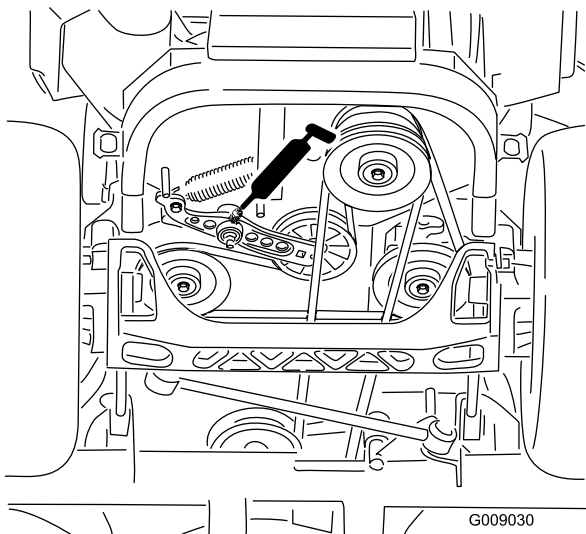

Figura 47
6. Lubrifique o braço intermédio da correia da tomada de força () (Figura 47).